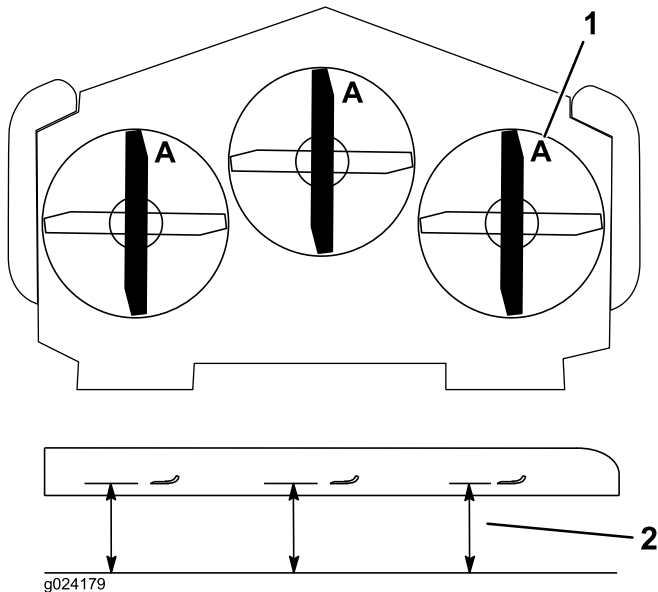

Figura 81
3. Gire las cuchillas hasta que los extremos estén orientados hacia adelante y hacia atrás (Figura 81).
4. Mida desde una superficie nivelada hasta el filo de corte, posición A, de las cuchillas (Figura 81).